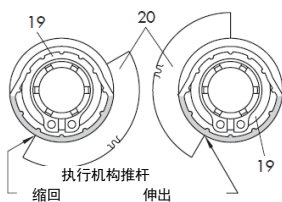

图 6: 接触凸轮与凸轮支架的校准
4. 调整接触凸轮单元（21）：参见图 6 部分，转动凸轮支架（20）上的接触凸轮（19）与执行器推杆位置匹配。